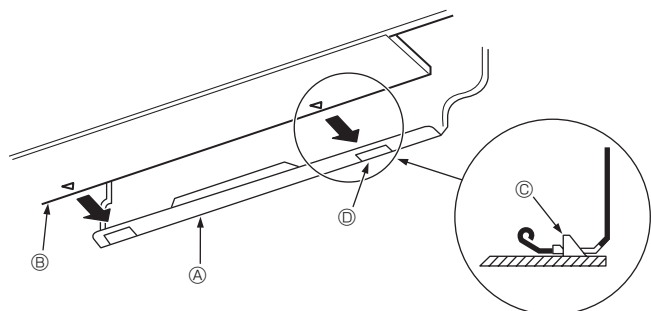

Fig. 3-11
5. Закрепите блок, вдвинув его нижнюю часть в монтажную плиту ⓐ. (Fig. 3-11)